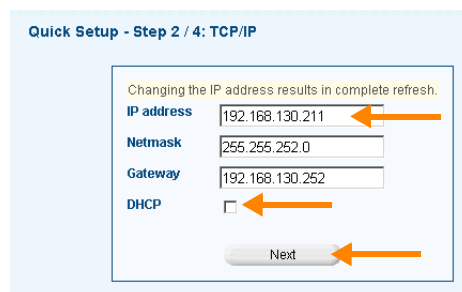

Bild 6 IP-Adresse ggf. ändern und DHCP deaktivieren
- Wenn DHCP aktiviert war, ändern Sie die IP-Adresse, deaktivieren DHCP und bestätigen mit NEXT (Bild 6).